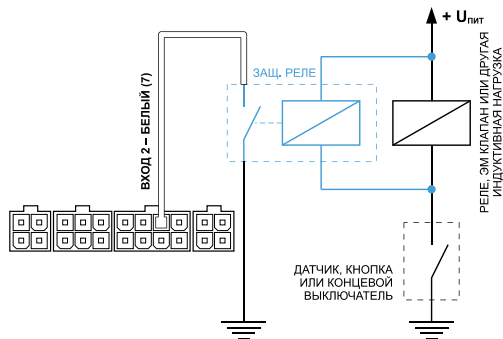

Рисунок 2.
2. Защитное реле (рис. 2) – устанавливается параллельно индуктивной нагрузке. При этом контакты защитного реле служат для замыкания входа контроллера на «массу».
2. Защитное реле (рис. 2) – устанавливается параллельно индуктивной нагрузке. При этом контакты защитного реле служат для замыкания входа контроллера на «плюс».